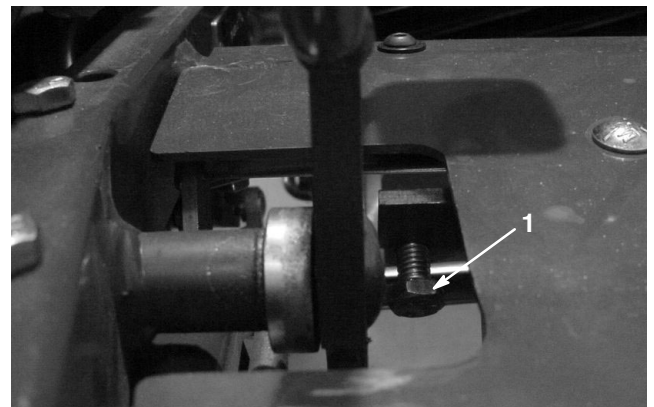

Bild 53
1. Lösen Sie die Klemmmutter an der Pedalsperren-Kopfschraube (Bild 53).